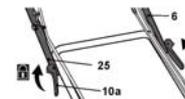

Fig. 4
- Fixer la poignée supérieure (6) avec le kit de montage (10) à la poignée inférieure (25) (Fig. 4).
- Verrouiller les leviers de fixation (10a) pour la fixer (Fig. 4).